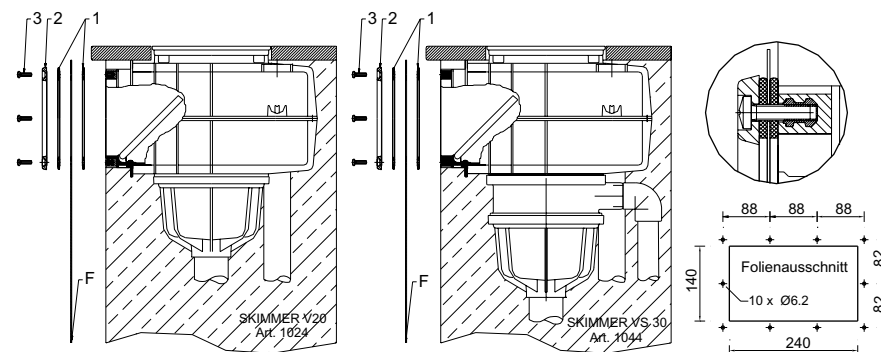

Abb. 19
3.4 Einbau der Skimmer V20 und VS30 in Betonbecken mit Folienauskleidung (Abb. 19)